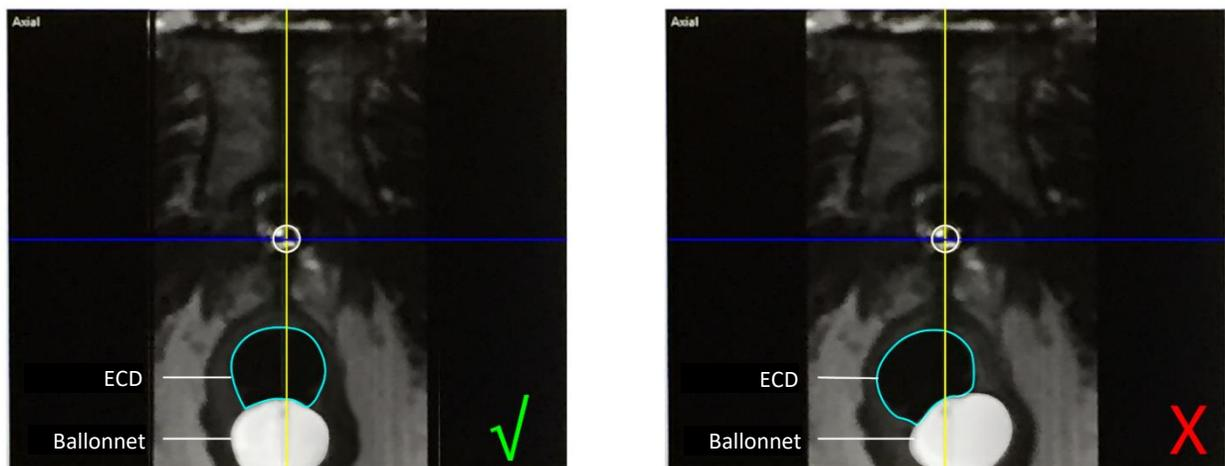

Figure 49 : Centre de la fenêtre de refroidissement
2. **Radiologue** : vérifier que le placement de l'ECD est idéal (*Figure 49*) :